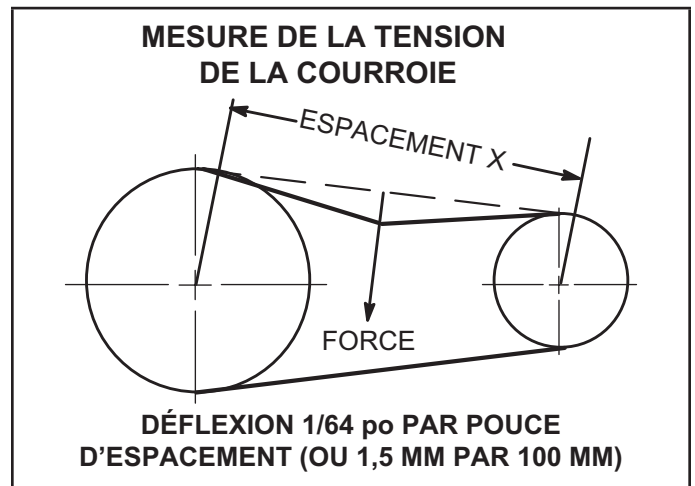

FIGURE 27
- 1 - Mesurez l'espacement X. Reportez-vous à la FIGURE 27.
- 2 - Appliquez une force perpendiculairement au centre de l'espacement (X) avec une pression suffisante pour faire fléchir la courroie de 1/64 po par pouce d'espacement (1,5 mm par 100 mm d'espacement).